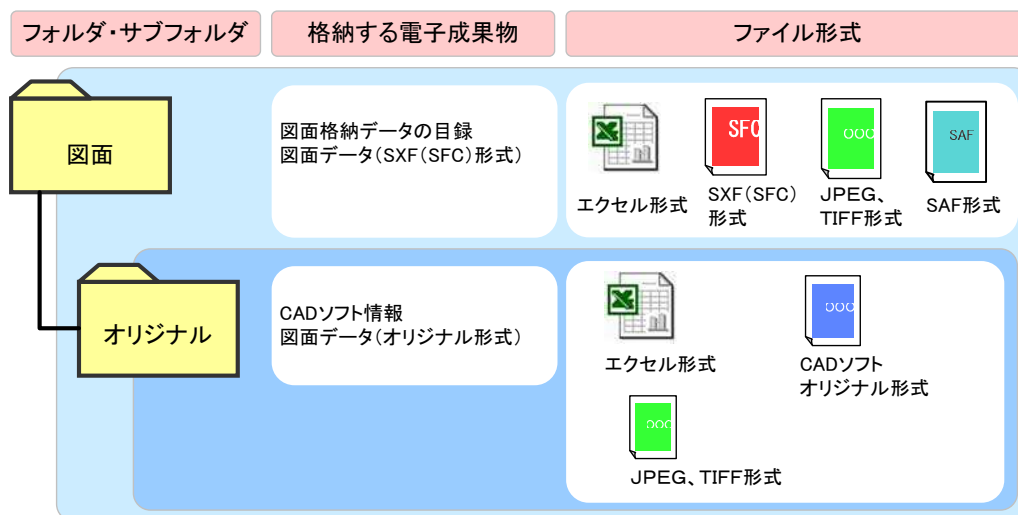

図 3-2 「図面」フォルダの構成
図面データの電子成果対象書類は、「図面格納データの目録(エクセル形式)」「図面データ (SXF (SFC) 形式)」「CAD ソフト情報 (エクセル形式)」「図面データ (オリジナル形式)」とする。ただし、建築分野の図面データは完成図面 (竣工図) を対象とし、途中段階のやりとりである施工図は 3.2.9. (4) に示す「建築」フォルダに PDF 形式、「オリジナル」サブフォルダにオリジナル形式で格納 (任意) する。フォルダ構成ならびにファイル形式を図 3-2 に示す。